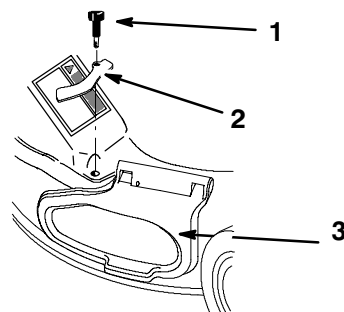

Figure 48
12. Fixez l'angle avant droit à l'éjecteur et au couvercle de l'ouverture latérale avec la fixation déposée précédemment et le long bouton fourni avec le bac de ramassage (Fig. 48).